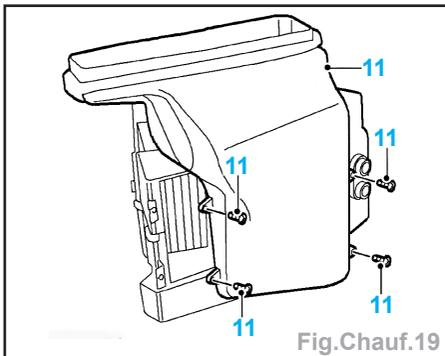

Fig.Chauf.19
- Dégager l'évaporateur (9) de la durit d'évacuation et de l'admission d'air et déposer l'évaporateur.
- Récupérer le conduit d'air (10) et le joint de tuyau.
- les 4 vis (11) du conduit d'air et déposer le conduit (Fig.Chauf.19),